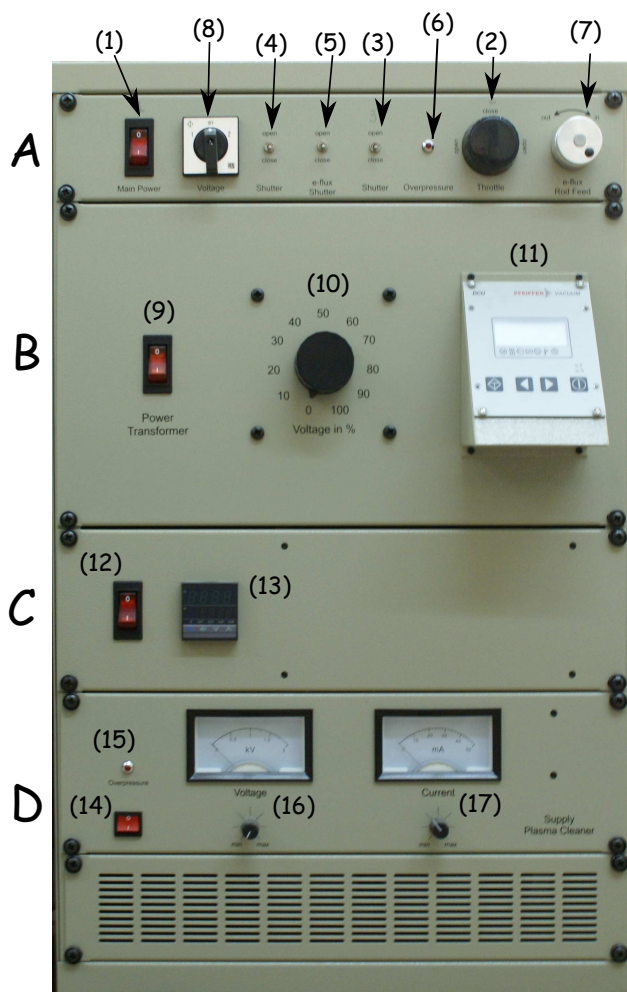

Figura 1.6. Panoul frontal al rackului de comandă și control
Rackul conține 4 module de comandă, notate cu A, B, C, D în figura 1.6. În **panoul de comandă superior (A)** distingem:
- (1) Intrerupătorul general (Main Power) De aici se pornește alimentarea întregii instalații de depunere.
- (2) Comanda clapetei din baza incintei de vid (Throttle). Aceasta folosește la reducerea debitului de gaz pompat de pompa turbomoleculară.
- (3) Comanda plăcuței obturatoare a capului magnetron. Când obturatorul este închis, descărcarea magnetron poate fi pornită fără a efectua o depunere.
- (4) Comanda plăcuței obturatoare a sistemului de depunere prin evaporare cu încălzire rezistivă.
- (5) Comanda plăcuței obturatoare a sistemului de depunere prin evaporare cu fascicul de electroni.
- (6) Indicator de suprapresiune. Se referă numai la depunerile prin evaporare; atunci când este aprins, presiunea în incintă nu este suficient de mică pentru a efectua depuneri prin evaporare. În timpul depunerii magnetron sau când se introduce gazul de lucru, indicatorul luminează; **acesta este un lucru normal.**
- (7) Comanda introducerii tijei-țintă pentru depunerea prin evaporare cu fascicul de electroni.
- (8) Comutatorul plajei de curenți pentru depunerea prin evaporare cu încălzire rezistivă; (I) - curent mic; (II) - curent mare; Off - oprit.
Pentru comanda sistemului de pompare, constructorul a prevăzut un controller Pfeiffer Vacuum DCU-002 (numărul (11) în figura 1.6). DCU conține un vacuummetru și circuitistica de comandă a pompei de vid preliminar MVP-35-2 și a driverului TC-110. Acesta măsoară presiunea în incinta de vid și afișază parametrii de funcționare ai pompei turbomoleculare comunicați de TC-110 (turație, consum, temperatură). De asemenea prin intermediul lui se comunică driverului TC-110 turația dorită a pompei turbomoleculare.
- (1) Butonul de punere sub tensiune al controllerului de flux de electroni.
- (2) Comutatorul de limitare a curentului de fascicul.
- (3) Controllerul de temperatură de evaporare; este similar celui de încălzire a substratului ((13) din figura 1.6).
- (4) Instrumentul de măsură al curentului de fascicul de electroni pentru evaporare
ATENȚIE: Pentru punerea în funcțiune a evaporării trebuie ca presiunea în incintă să fie cât mai mică; **deci indicatorul de suprapresiune (6) din figura 1.6 trebuie să fie stins.** De asemenea este necesară o condiționare a filamentului înainte de a începe depunerea; **această operație este delicată și poate duce la arderea filamentului;** consultați cu atenție paginile 8-9 din manualul [1].
1.3.2 Generatorul de radiofrecvență (RF)